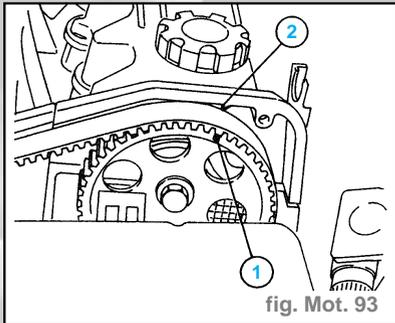

fig. Mot. 93
- Vérifier que le repère (1) de la poulie de l'arbre à cames soit aligné avec le repère (2) situé sur le cache-poussoirs (fig. Mot. 93).